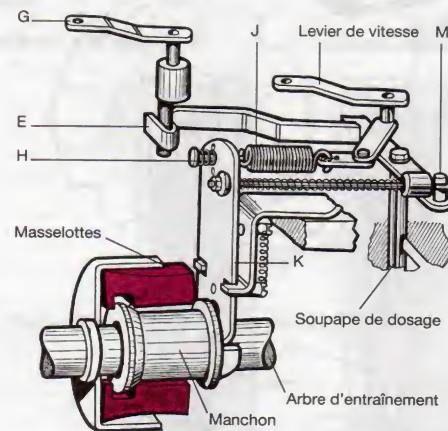

Figure 39.1. Régulateur centrifuge
Du type centrifuge, le régulateur qui assure cette fonction permet un ajustement précis du débit à n'importe quelle vitesse de rotation et quelle que soit la charge. Le déplacement des *masselottes*, qui s'écartent sous l'action de la force centrifuge, fait coulisser un manchon placé sur l'*arbre d'entraînement*. Il en résulte un pivotement de la soupape de dosage (fig. 39.1) qui corrige l'admission du combustible.
Les variations de vitesse de la pompe sont transmises par les *masselottes* au manchon du régulateur et, par suite, au levier basculeur K (fig. 39.1) :
- levier de vitesse en position ralenti, le levier K est soumis à la seule pression du ressort de ralenti H ; les *masselottes* permettent une régulation de débit selon les fluctuations du régime de rotation du moteur (fig. 39.1).
La barrette d'arrêt E commandée par le levier G peut, à tout moment, ramener la soupape de dosage à la position fermée (stop), quelle que soit la position de l'accélérateur (fig. 39.1).